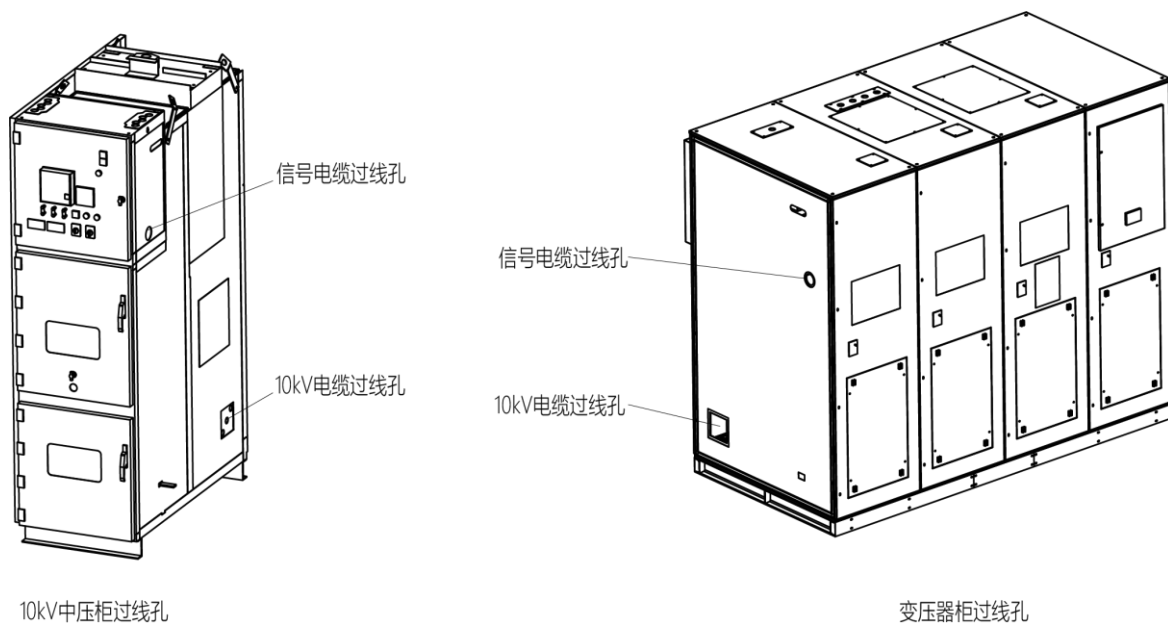

图1-9 10kV 中压柜到变压器柜的 10kV 交流连接电缆过线孔示意图
4. 电缆从 10kV 中压柜与变压器柜相邻的侧板上的开孔穿过进入变压器柜内，电缆在变压器柜内应沿预留的 10kV 电缆绝缘支架走线，详见图 1-9。